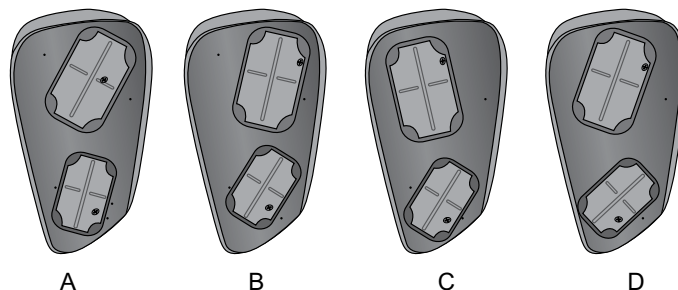

Figure 6-12 : Panneaux d'ajustement des extenseurs
1. Sélectionnez un panneau d'ajustement des extenseurs qui provoquera le mouvement désiré de la main. Reportez-vous à la Figure 6-12.